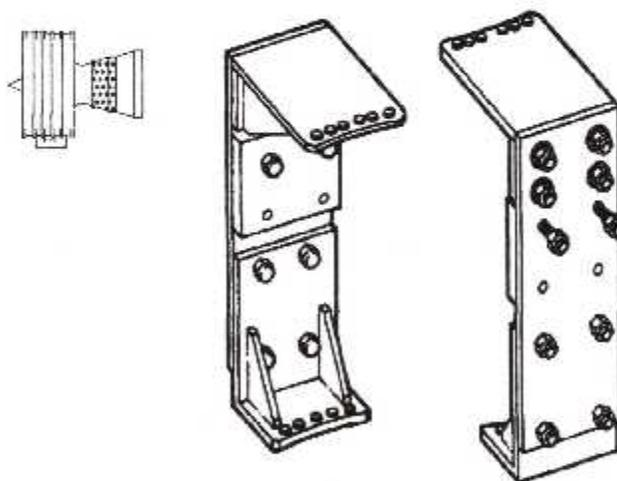

Fig. III. 76: Trunnion Brackets.856A1069G04.
1. On installe le **Trunnion Brackets.856A1069G04.** (Fig. III. 76) sur le carter à l'aide des boulons, des rondelles et les écrous alimentés .On déplace le carter et les ferrures sur le Support, 856A1018G03.